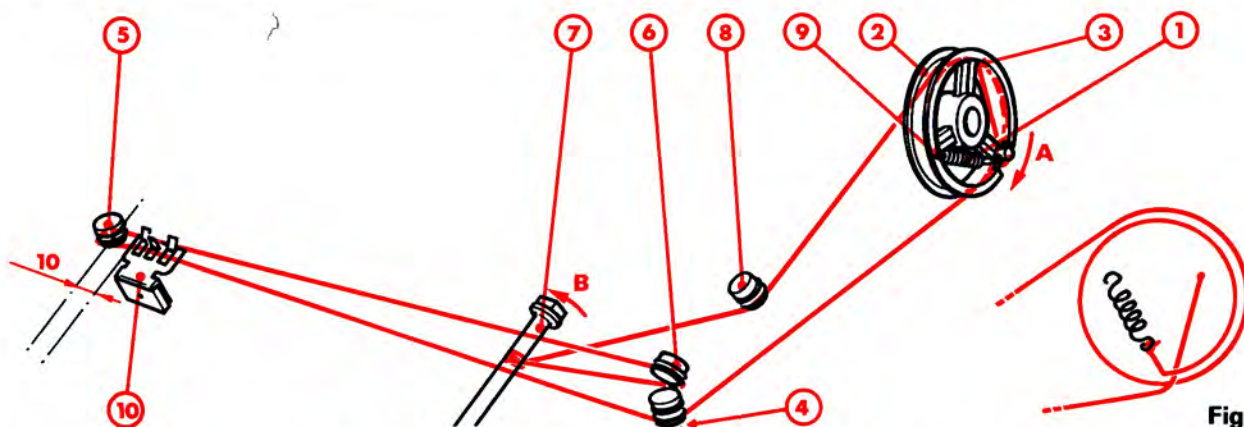

Fig. 1
- 1°) Prendre un cordonnet d'une longueur de 115 cm et fixer l'une des extrémités au ressort (1).
- 2°) Tourner la poulie (2) dans le sens de la flèche A jusqu'en butée.
- 3°) Attacher l'autre extrémité du cordonnet au trou (3) puis passer sur les poulies (4), (5) et (6) comme indiqué sur la figure 1.
- 4°) Effectuer 2 tours  $\frac{1}{2}$  sur l'axe (7) dans le sens de la flèche B, passer sur la poulie (8) puis effectuer 1 tour  $\frac{1}{2}$  sur la poulie (2) dans le sens de la flèche A et accrocher le ressort (1) dans le trou (9).
- 5°) Placer l'aiguille (10) comme indiqué sur la figure 1.